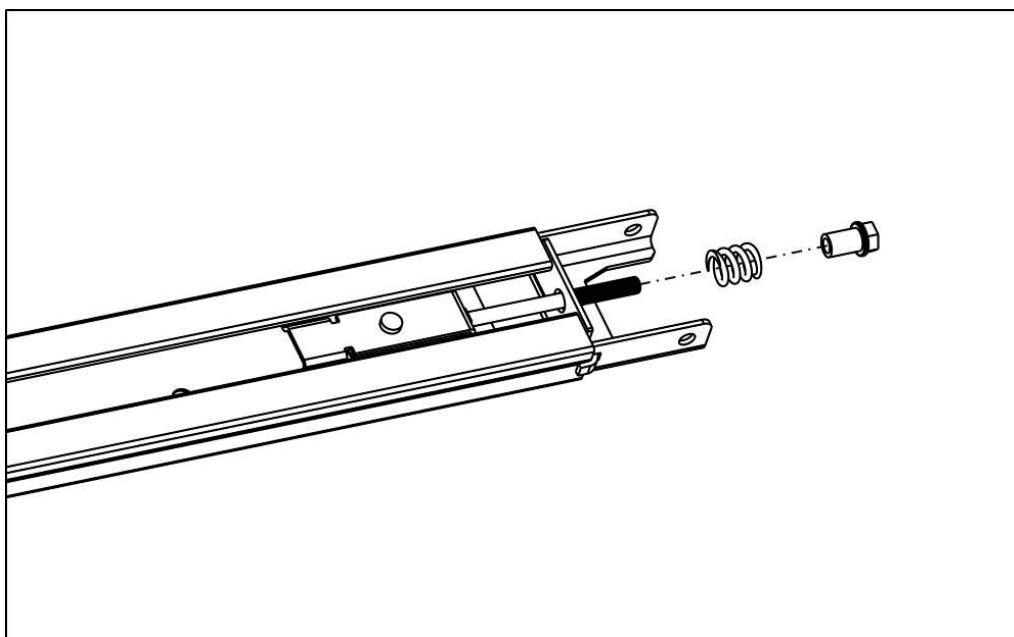

Figura 10
- 5) Como la Figura 10, deshacer la tuerca y la primavera;
Pulse el botón 'DOWN' y aguar hasta el displays'11 LED', pulse 'botón de las pantallas LED' UP H', función de fotoceldas disponible. Pulse el botón 'DOWN' '11' las pantallas LED para cancelar esta función. Cuando haya finalizado la configuración, presione 'SET' para confirmar. Cuando se conecta el sensor de infrarrojos de control de cantidad de impulsos, el cableado como la figura 10. Cuando el sensor de infrarrojos está controlado por valor de interruptor, cableado como la figura 12. Aviso: Cierre la función de fotoceldas cuando no se utiliza sensor de infrarrojos.